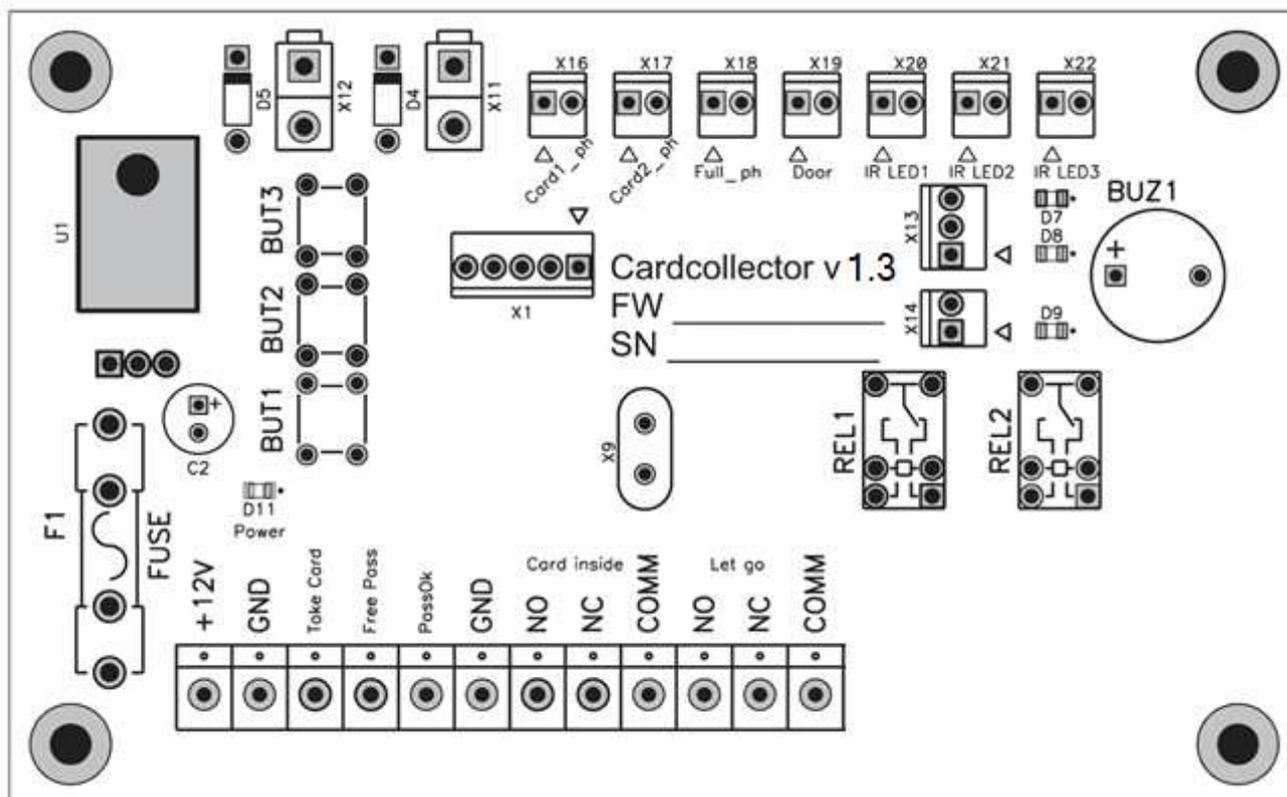

Рис. 2. . Внешний вид платы картоприемника
- нажмите и удерживайте кнопку BUT1 на плате картоприемника (рис. 2). При нажатой кнопке шторка картоприемника